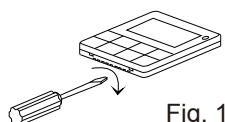

Fig. 1
- Como mostrado na Fig.1, utilize vários parafusos de cabeça chata para apertar ligeiramente a ranhura inferior do cabo de controle (demasiada força pode danificar a placa de circuito), aperte em sequência para fechar a tampa traseira.